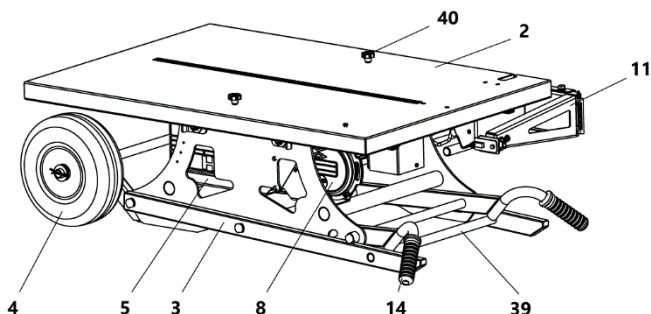

Рисунок 3 Общий вид станка в упаковке
- открутите винты транспортные 40 (рис. 3) крепления стола 2;